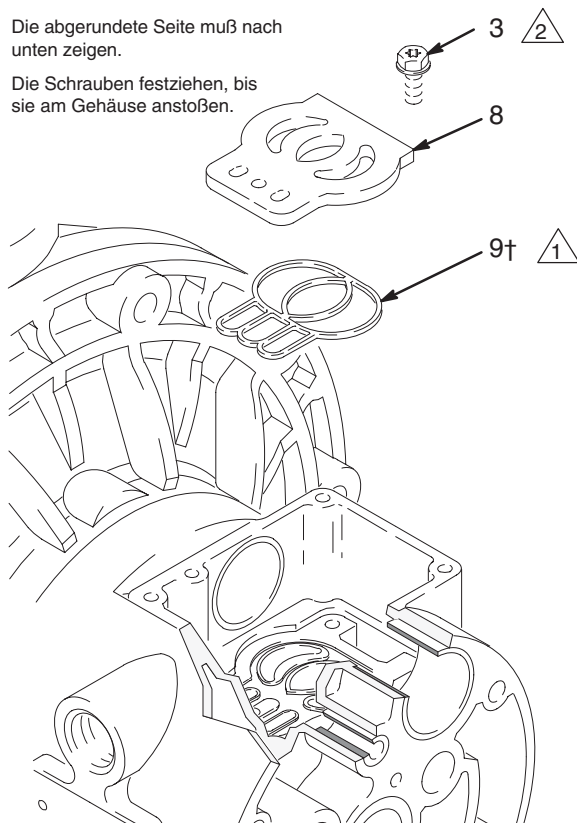

Abb. 9
5. Die Ventilplatte (8) in eingebautem Zustand überprüfen. Ist sie schadhaft, mit einem Torx Schraubenzieher (T20) oder einem 7 mm-Steckschlüssel die drei Schrauben (3) entfernen. Die Ventilplatte (8) und Dichtung (9) ausbauen. Siehe Abb. 9.
2. Die Dichtung der Ventilplatte (9†) in die Nut unten im Ventilhohlraum einlegen. Die gerundete Seite der Dichtung **muß nach unten** in die Nut weisen. Siehe Abb. 9.
3. Die Ventilplatte (8) in die Kammer einbauen. Die Platte ist umkehrbar, so daß jede Seite nach oben zeigen kann. Die drei Schrauben (3) mit einem Torx Schraubenzieher (T20) oder einem 7 mm-Steckschlüssel eindrehen. Festziehen, bis die Schrauben am Gehäuse anstoßen. Siehe Abb. 9.